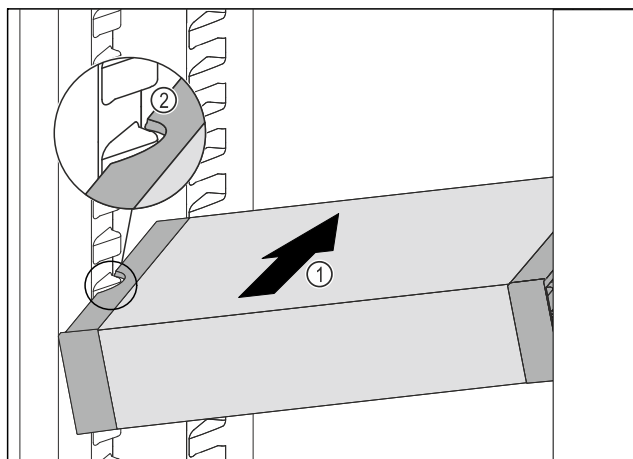

Fig. 197
- Futni pjerrtas VarioSafe në pjesën e ftohjes Fig. 197 (1), derisa foletë anësore Fig. 197 (2) të VarioSafe të jenë në lartësinë e brinjëve të kutisë në pjesën e ftohjes.